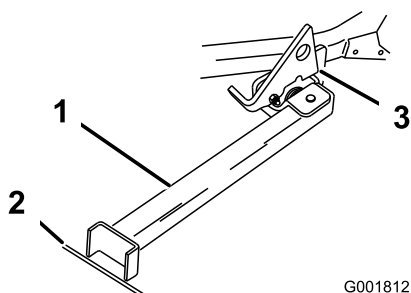

Figura 41
- Alzate il dispositivo di chiusura. Portate il piede del supporto sul davanti e spostate il supporto verso la macchina, nell'intaglio inferiore (Figura 40e Figura 41).
- Mettete a terra il piede del supporto ed appoggiate il dispositivo di chiusura sull'aletta orientabile (Figura 41).
Nota: Per ottenere risultati ottimali, appoggiate il piede del supporto nelle fessure del marciapiede o nel tappeto erboso (Figura 41).
- Guidate sul supporto. Fermatevi quando il dispositivo di chiusura cade sull'aletta e si chiude (Figura 41). Una volta sul supporto, innestate il freno di stazionamento e spegnete il motore.